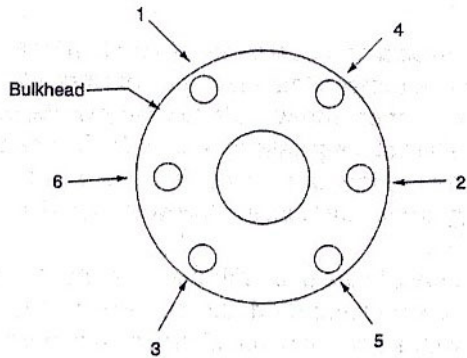

Figure 7-18: Bulkhead Tightening Sequence
1. Anziehen der Schrauben 1 bis 6 gemäß Abbildung 7-18, (in numerischer Reihenfolge), in 10 Pfund / Inch .